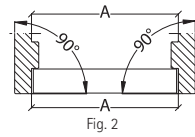

Fig. 2
- at karmen er i vinkel og lod jf. fig. 2.